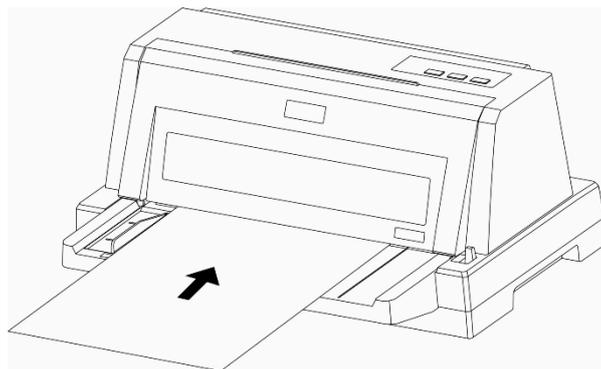

图 3
- 5) 如图3所示把纸要打印一面朝上，从打印机前方插入纸槽，至不能再向前为止，打印机将自动装纸至打印起始位置，电源灯亮，打印准备就绪。